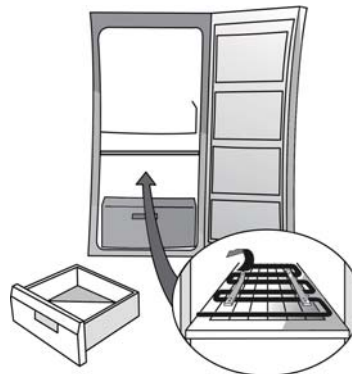

Рис. 1
- Установите прокладки (Рис. 1, 2 или 3 в зависимости от модели)